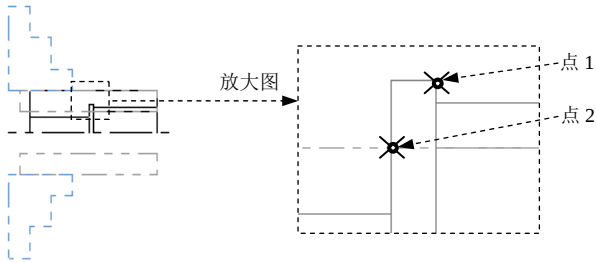

图 13.10.3 定义加工轮廓
Step2. 定义加工轮廓。在“径向车削的切槽选项”对话框中选中 **两点** 单选项，单击 **✓** 按钮，然后在图形区依次选择图 13.10.3 所示的两个点（直线的端点），按 Enter 键，系统弹出“车床-径向粗车 属性”对话框。